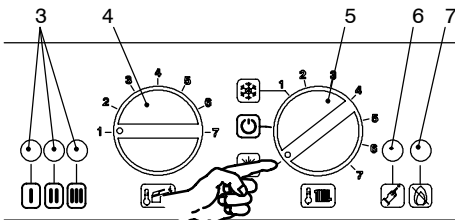
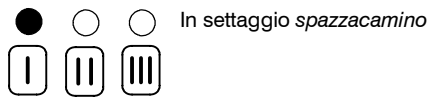
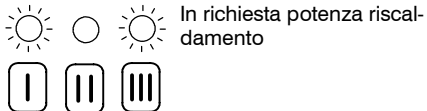

fig. 9.9
fig. 9.11
fig. 9.12
- 1 Alimentare elettricamente la caldaia azionando l'interruttore bipolare previsto nella installazione; la lampada di segnalazione 3 in fig. 9.9 lampeggia ogni 4 secondi.
- 2 Posizionare il selettore 5 come indicato in fig. 9.9; la lampada di segnalazione 3 lampeggia ad intermittenza circa ogni 2 secondi.
- 5 Tenere premuto il pulsante di ripristino 6 in fig. 9.9 per circa 10 secondi, la lampada di blocco 7 in fig. 9.9 inizierà a lampeggiare.
- 6 Per settare la funzione *spazzacamino* le spie di segnalazione 3 in fig. 9.9 devono essere visualizzate come in fig. 9.11 (leggenda spie fig. 9.8)
- 7 Ripremere il pulsante di ripristino 6 in fig. 9.9 per circa 5 secondi, la lampada di blocco 7 in fig. 9.9 si spegne, mentre le spie di segnalazione 3 in fig. 9.9 lampeggiano in maniera richiesta potenza riscaldamento fig. 9.12